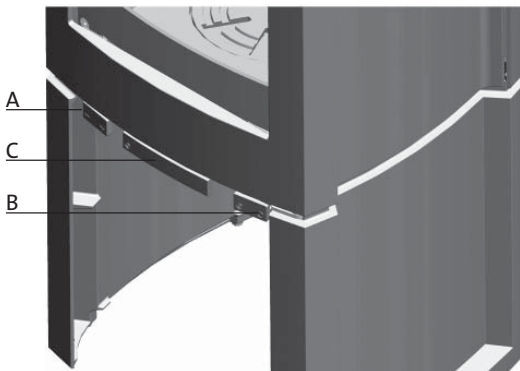

Fig. 11
4.1 De keerplaat/keerklep vervangen afb. 11 en 12